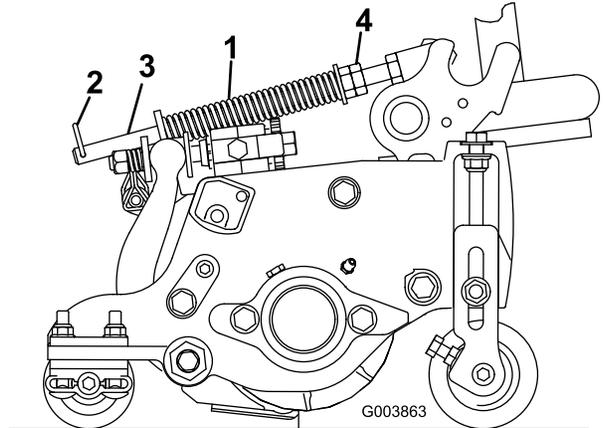

图15
草坪补偿弹簧（图15）可将重量从前滚筒转移至后滚筒。（这有助于减少草坪的波动图形，也称为波浪形或摆动形。）
1. 确保发卡销安装在弹簧杆的后孔内（图15）。
2. 拧紧弹簧杆前端的六角螺母，直至 Reelmaster 5410 上 127mm 滚刀组压缩后的弹簧长度为 127mm（Reelmaster 5510 和 5610 上 177.8mm 滚刀组的压缩后长度为 159mm）（图15）。